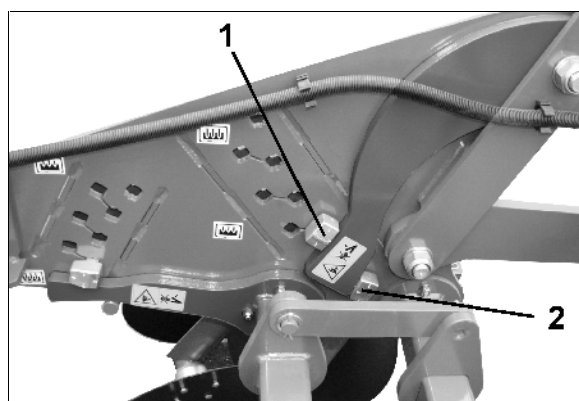

Fig. 31
- Durch Versetzen des Excenter-Bolzens (Fig. 31/1) in einen der vorgegebenen Steckplätze:
- Durch Drehen des Excenter-Bolzens (Fig. 31/1)
Die angewählten Steckplätze (Fig. 31/1) müssen beidseitig übereinstimmen. Die an den Anschlüssen der Excenterbolzen angebrachten Schlagzahlen sind auf beiden Geräteseiten gleich einzustellen
Ist das Einzugsverhalten der Schare nicht ausreichend, den 3. Excenterbolzen (Fig. 31/2) direkt unterhalb der Stützarme abstecken. Hierdurch werden die Schare zusätzlich durch die Walze belastet.